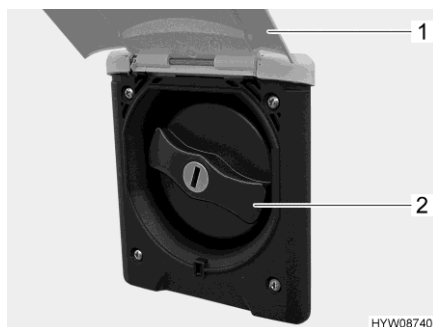

Fig. 193 Coperchio (bocchettone di riempimento dell'acqua potabile)
- Sollevare lo sportello esterno (Fig. 193,1).
- Ruotare il coperchio blu (Fig. 193,2) di un quarto di giro.